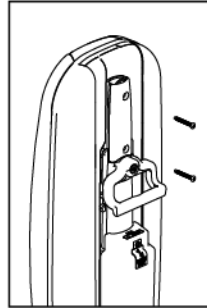
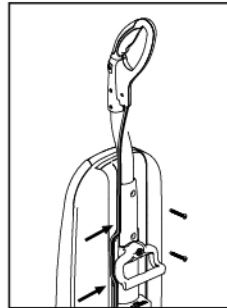

Fig. 1
Fig. 3
- Quite los dos tornillos para quitar el soporte del mango (Fig. 1).
- Coloque de vuelta el soporte del mango en su posición (Fig. 3).
- Asegúrelo con los dos tornillos que quitó en la Fig. 1. Meta el cable en el espacio a la izquierda del mango (Fig. 3).